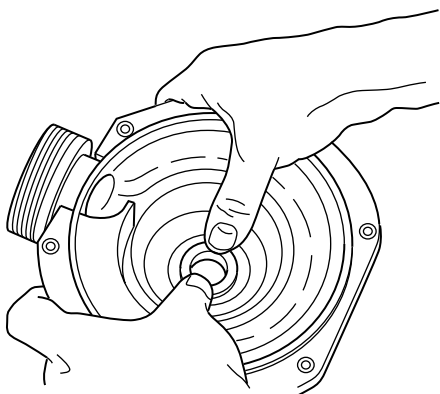

Figure 5
1. Le siège en céramique doit être propre et débarrassé de toute la saleté, graisse et poussière, etc. Humecter le joint de la coupelle en caoutchouc du siège en céramique avec un **peu** d'eau; enfoncer fermement le joint dans la cavité et bien le faire reposer avec la pression des doigts (voir la Figure 5).